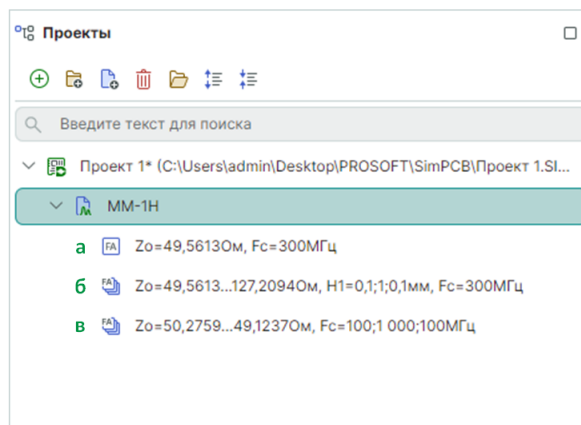

Рис. 33 Наименования расчетов для типа «Частотный анализ»
2. Тип расчета «Частотный анализ», см. Рис. 33: